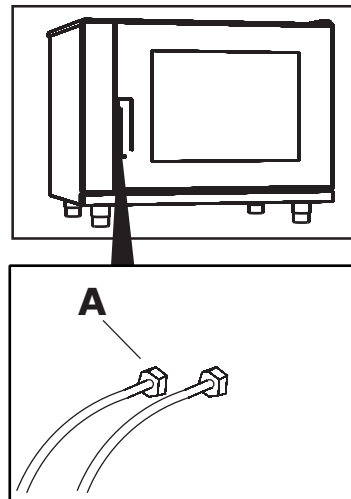

Abb. 8
- schrauben, wenn vorhanden sind, die Stopfbuchsnippel **(A-Abb.8)** des Kabel des Thermostat ab, fädeln Sie die kabel des thermostats aus und schrauben Sie die Schrauben des Sicherheit Thermostat und Temperaturregler ab;